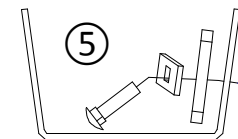

Figure 4
- Acheminer le boulon de carrosserie ① et l'espaceur ② à travers les ouvertures des longerons à l'aide de fils de tirage ⑤. Tirer les fils à travers les fentes du support en premier puis à travers les trous des longerons, comme illustré à la Figure 4. Enlever les fils de tirage et poser lâchement des rondelles coniques ③ et un écrou hexagonal ④ sur l'attelage.
4. Acheminer le boulon de carrosserie ① et l'espaceur ② à travers les ouvertures des longerons à l'aide de fils de tirage ⑤. Tirer les fils à travers les fentes du support en premier puis à travers les trous des longerons, comme illustré à la Figure 4. Enlever les fils de tirage et poser lâchement des rondelles coniques ③ et un écrou hexagonal ④ sur l'attelage.